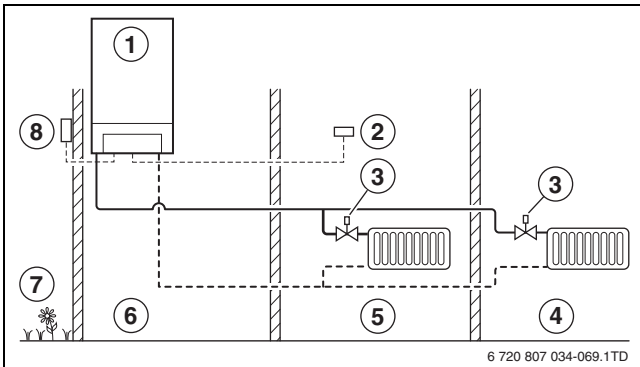

Fig. 24 Principio de la regulación a través de la temperatura exterior
- Para la regulación dependiente de la temperatura exterior, se regula la temperatura en todas las habitaciones mediante válvulas termostáticas de radiador ubicadas sobre los radiadores. El lugar de instalación de la regulación puede ser libremente determinado (→ fig. 24).